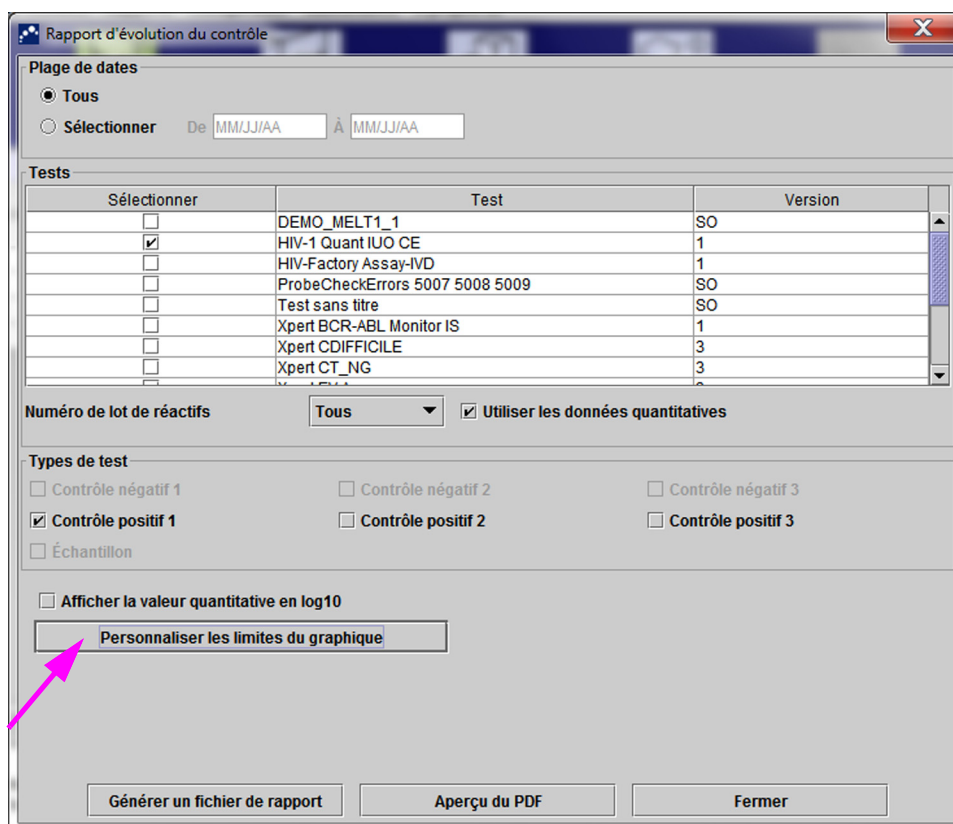
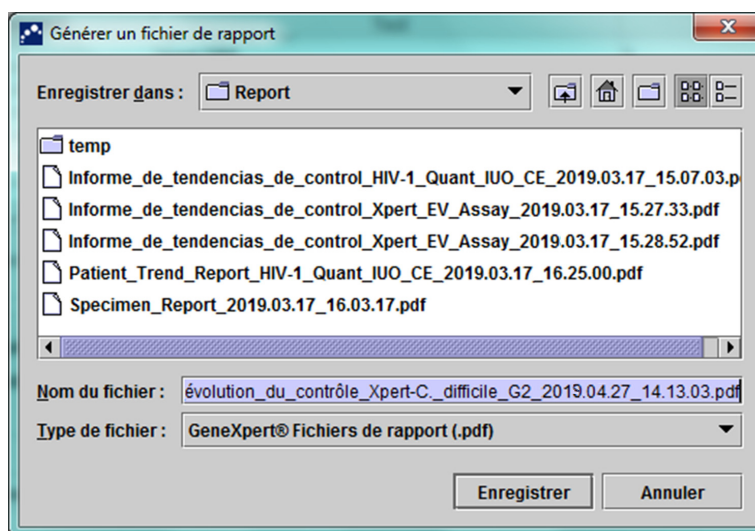
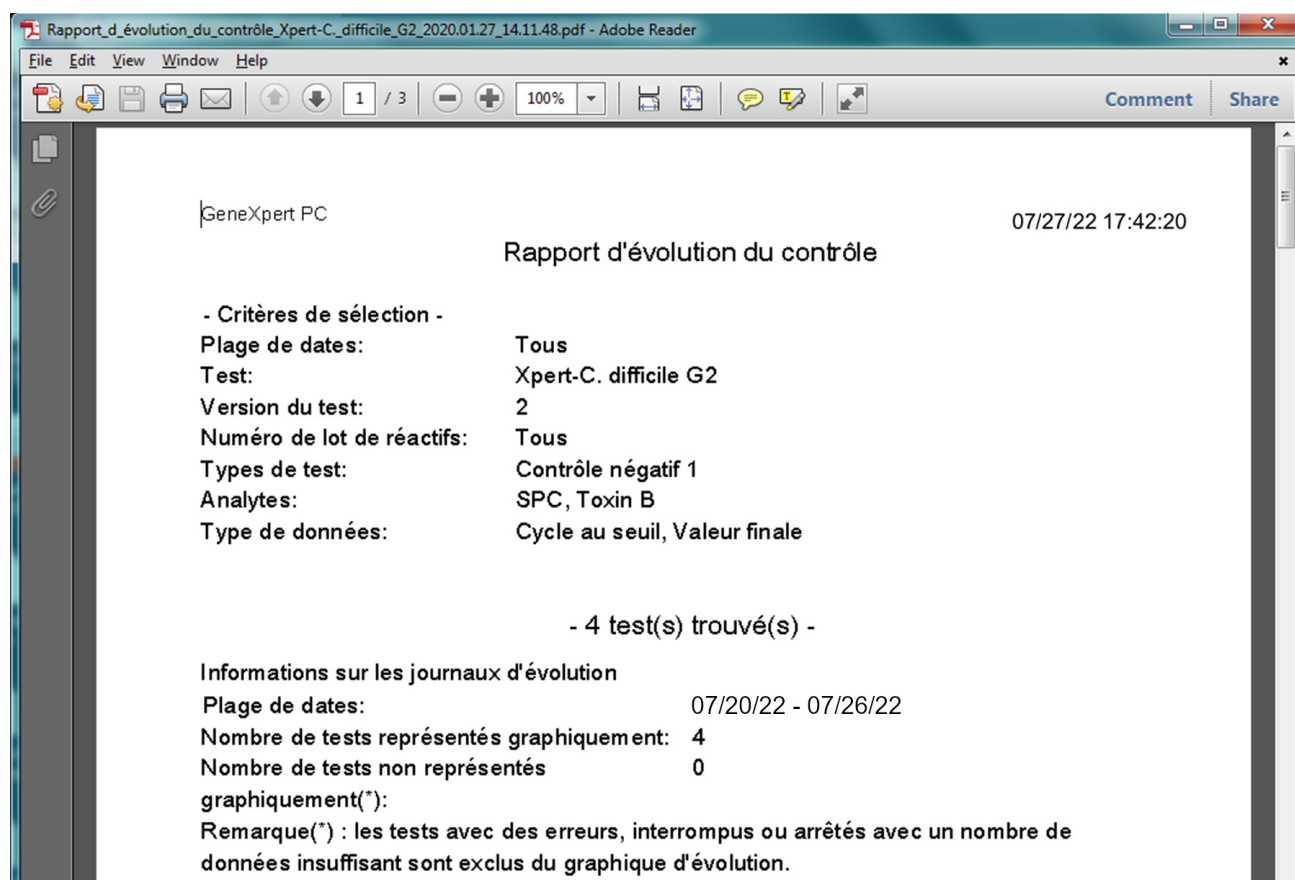

Figure 6-4. Boîte de dialogue Rapport d'évolution du contrôle montrant le test quantitatif sélectionné
Figure 6-6. Boîte de dialogue Générer un fichier de rapport
Figure 6-7. Exemple de rapport d'évolution du contrôle dans la fenêtre Adobe Reader
3. Sélectionnez le test pour générer le rapport d'évolution du contrôle. Consultez la Figure 6-2 pour une sélection de tests qualitatifs et la Figure 6-4 pour une sélection de tests quantitatifs.
4. Si le test sélectionné est un test qualitatif, la case à cocher **Utiliser les données quantitatives** n'est pas affichée (cf. Figure 6-2). Si le test sélectionné est un test quantitatif, la case à cocher **Utiliser les données quantitatives** sera disponible (cf. Figure 6-4). Cochez la case **Utiliser les données quantitatives** pour générer un rapport d'évolution du contrôle utilisant les données quantitatives.
- Options de tests quantitatifs (cf. Figure 6-4) :
- **Générer un fichier de rapport** : crée un fichier PDF et l'enregistre à l'emplacement précisé. Cliquez sur le bouton **Générer un fichier de rapport** dans la boîte de dialogue Rapport d'évolution du contrôle (consultez la Figure 6-2 pour les évolutions de test qualitatif et la Figure 6-4 pour les évolutions de test quantitatif) pour créer le fichier PDF du rapport. La boîte de dialogue Générer un fichier de rapport s'affiche (cf. Figure 6-6), et permet d'enregistrer le fichier à l'emplacement précisé.
- **Aperçu du PDF** : crée un fichier PDF et affiche le fichier dans la fenêtre Adobe Reader. Cliquez sur le bouton **Aperçu du PDF** dans la boîte de dialogue Rapport d'évolution du contrôle (consultez la Figure 6-2 pour les évolutions de test qualitatif et la Figure 6-4 pour les évolutions de test quantitatif) pour créer le fichier PDF du rapport (cf. Figure 6-7). Le fichier PDF peut être imprimé et enregistré à partir du logiciel Adobe Reader.